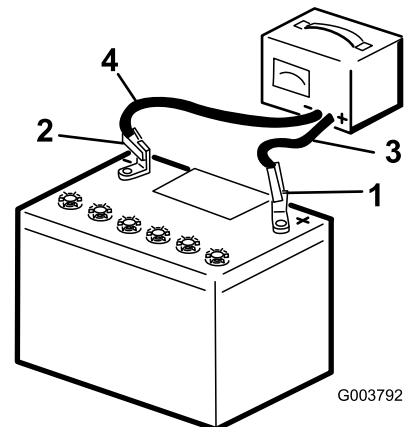

Bild 65
3. Schließen Sie das Plus-Batterieladegerät-kabel am Pluspol der Batterie an (Bild 65).
4. Schließen Sie das Minus-Batterieladegerät-kabel am Minuspol der Batterie an (Bild 65).
6. Wenn die Batterie ganz aufgeladen ist, ziehen Sie den Stecker des Ladegeräts aus der Stromquelle. Klemmen Sie dann die Klemmen des Ladegeräts von den Batteriepolen ab (Bild 65).